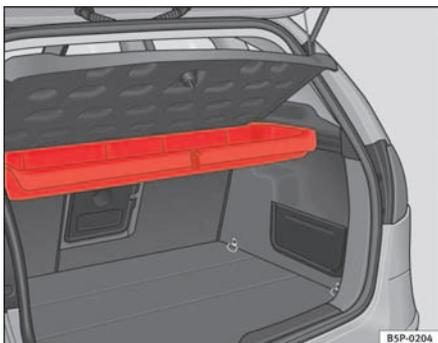
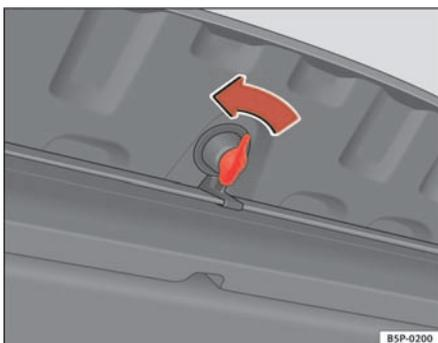

Fig. 118 Logement pour le triangle de présignalisation sous la plage arrière
Fig. 119 Ouverture du casier de rangement
Le triangle de présignalisation* est rangé sous la plage arrière dans le casier de rangement. ⇒ fig. 118. Pour ouvrir le casier de rangement, tourner le loquet de 90° ⇒ fig. 119.
- Pour ouvrir le casier de rangement, tourner le loquet de 90°. ⇒ page 147, fig. 119